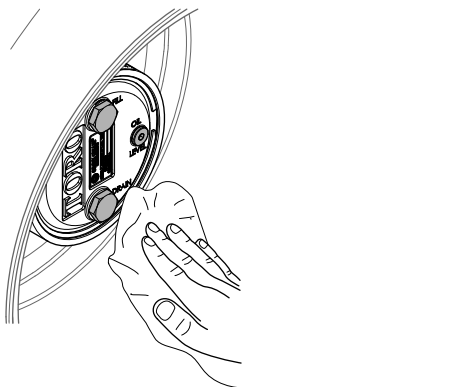

Figura 95
3. Limpe as estruturas do travão e da engrenagem planetária (Figura 95).